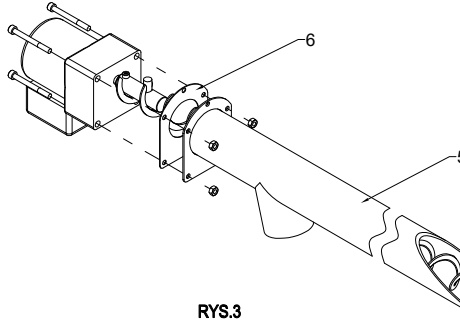

RYS.1
1. PRZEŁOŻYĆ ŚLIKAK (4) PRZEZ OTWÓR W TRZPIENIU (3) JAK POKAZUJE RYS.1 I RYS.2